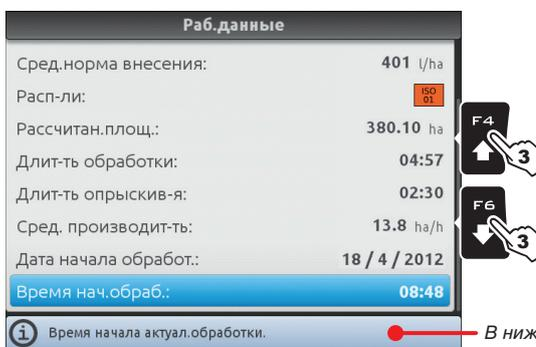

Рис. 290
- 2 Нажмите **F2**, чтобы отобразить данные обработки (Рис. 289 и Рис. 290).